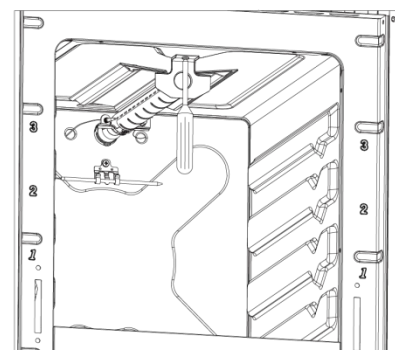

fig. 23
- Retirer le brûleur en dévissant la vis frontale (fig. 23).